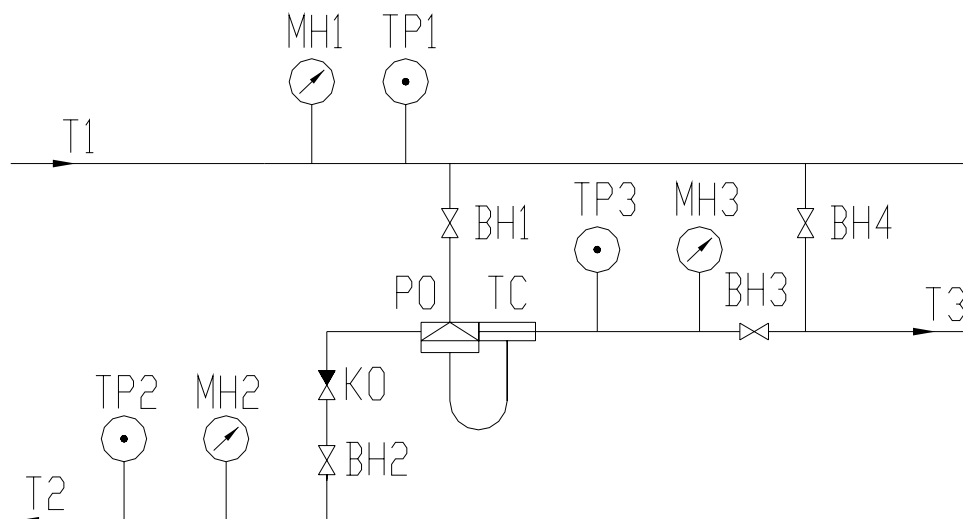

Рисунок 5
5.7.3. Рисунок 5. Установка регулятора в системе открытого водоснабжения. Использован трехходовой РТВЖ-К Исп.2. С увеличением температуры ГВС уменьшается подача горячей воды на подмешивание, в результате снижается расход горячей воды, при этом температура ГВС остается постоянной.